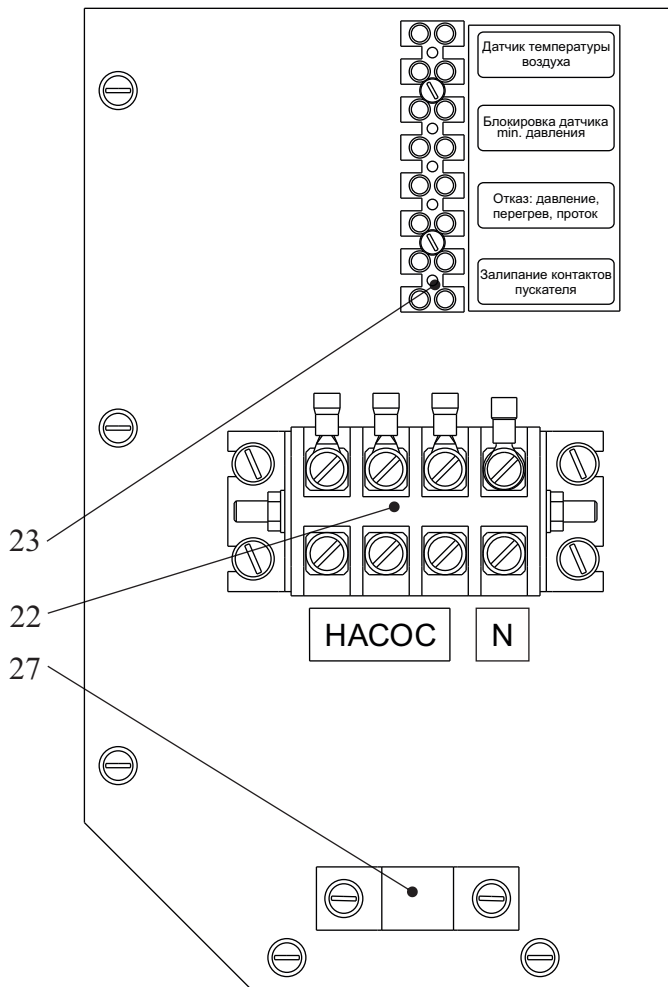

Рис.3 Панель подключения внешних устройств
4.1.5 Панель подключения внешних устройств включает в себя два клеммника. Четырехконтактный клеммник (22 рис.3) для подключения по питанию внешнего трехфазного циркуляционного насоса и ввода в прибор рабочего нуля (цепи управления 220В). Восемиконтактный клеммник (23 рис.3) для подключения внешних устройств. Кабель насоса закрепляется с помощью скобы (27). Места подключения обозначены с помощью аппликаций.
При работе прибора в открытой системе отопления на клеммной колодке (23 рис.3) должна быть установлена перемычка на клеммах “Блокировка датчика min . давления”.
4.2.2 Для организации дистанционной индикации отказов прибора на клеммную колодку (23, Рис. 3) выведены сигналы “Отказ: давление, перегрев, проток” и “Залипание контактов пускателя” от соответствующих реле на плате управления. Контакты реле предназначены для работы в цепях переменного и постоянного тока в диапазоне напряжений 0-250В. Допустимый ток коммутации 5А. При аварийной ситуации контакты реле замыкаются.